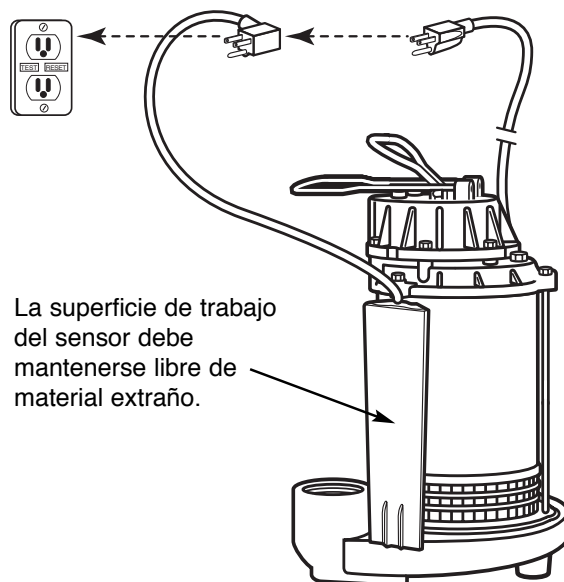

Figura 4 – Sensor de agua de estado sólido
5. Enchufe el cordón de alimentación de la bomba directamente en la parte de atrás del enchufe del cordón del sensor de agua de estado sólido (Figura 4).
5. Es posible controlar que la bomba funcione correctamente quitando brevemente el cordón de alimentación de la bomba de la parte de atrás del enchufe del sensor de agua de estado sólido y enchufándolo directamente en el tomacorriente conectado a tierra. Bajo estas condiciones, la bomba trabaja en forma continua. Una vez comprobado el funcionamiento de la bomba, vuelva a enchufar el cordón de alimentación de la bomba en la parte de atrás del enchufe del cordón del sensor de agua de estado sólido (ver Figura 4).
La bomba SSP-1000 usa un control electrónico de estado sólido sin partes en movimiento (ver Figura 4), así que no se requieren repuestos.